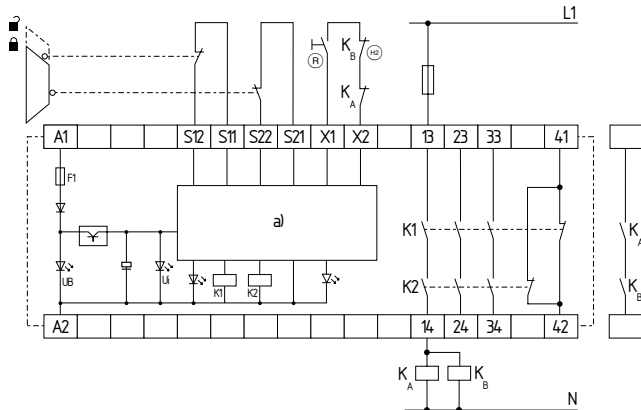

Fig. 2
Controlo de dois canais, representado no exemplo de uma monitorização de porta de proteção com dois interruptores de posição, sendo um contacto de abertura forçada; com botão externo de Reset (R) (ver Fig. 2)
- (R) = Circuito de retorno